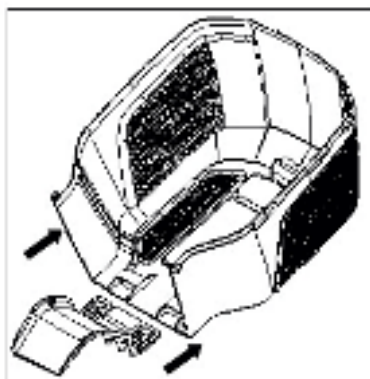

Рис. 6
2. Установите желоб в пазы до упора (рис. 6).